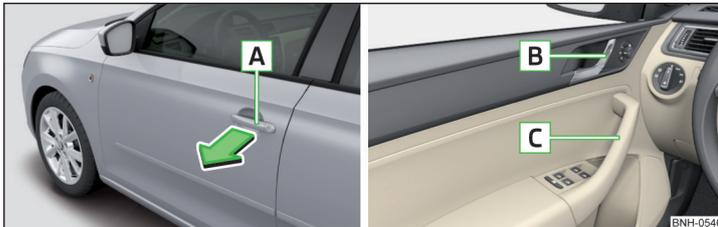

Fig. 39 Tirador/palanca de apertura de la puerta
- Tirar en la manivela en el sentido de la flecha » fig. 39.